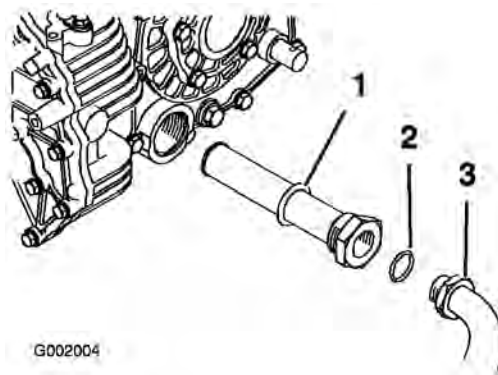

Figura 66
5. Retire o tubo do hidráulico e o conector de 90° (Figura 66).